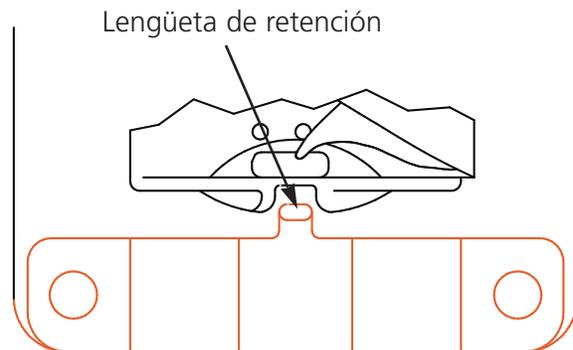

Figura 5-13
4. Asegúrese de que la lengüeta de retención todavía sujete la cesta interior del gancho giratorio como se muestra en la figura 5-13. Si la cesta interior se mueve, puede quebrar la aguja o dañar el gancho.